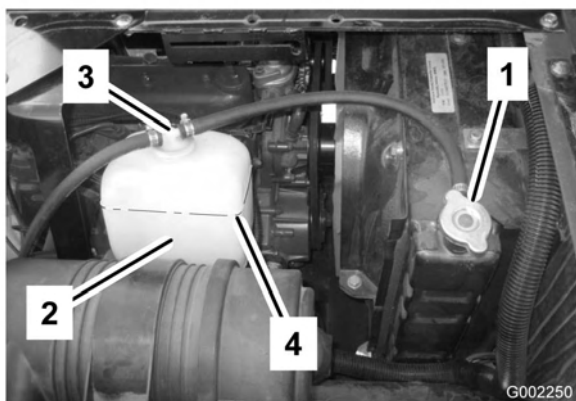

Figura 52
3. Retire cuidadosamente el tapón del radiador y el tapón del depósito de expansión (Figura 52).